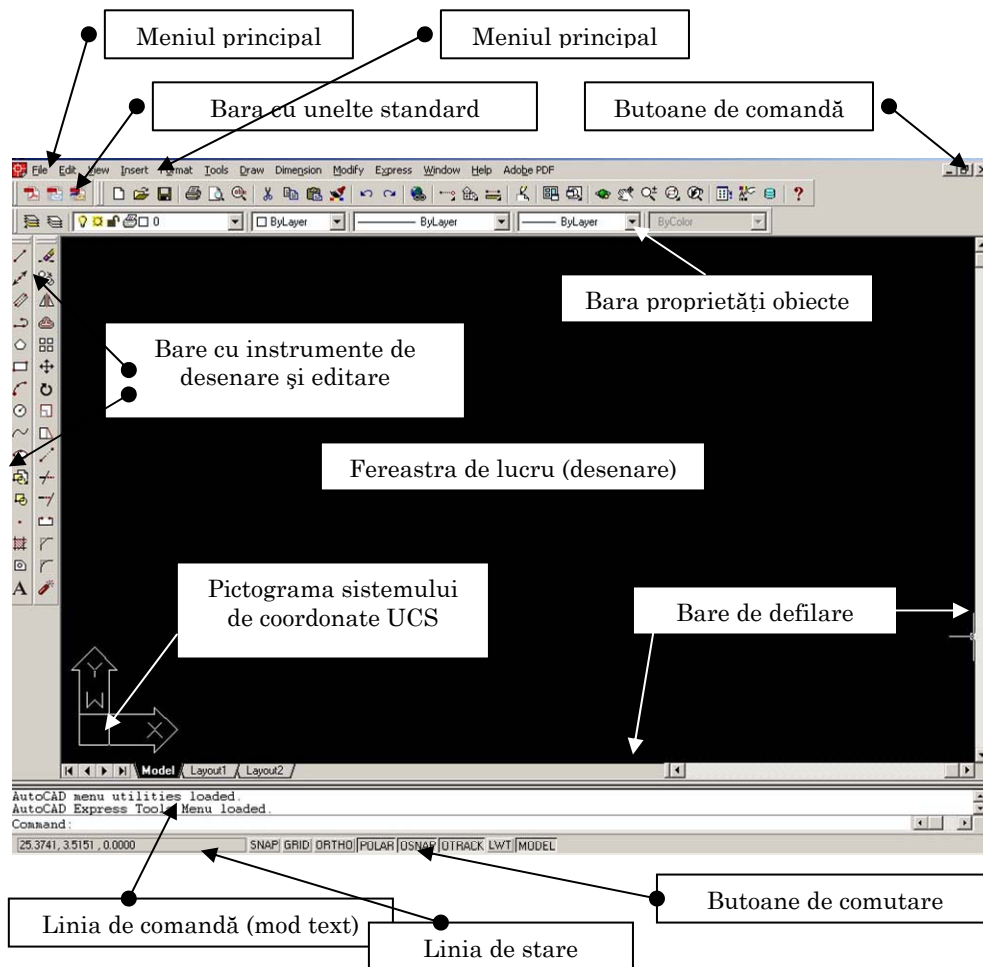

Figura 1.2. Elementele interfaței grafice
După apăsarea butonului **OK** a casetei *Startup* pe ecranul monitorului se afișează interfața grafică a programului (Figura 1.2), care este divizată în mai multe zone cu funcții diferite. Astfel se pot distinge: (1) linia de stare, (2) linia de comandă, (3) bare de defilare orizontală și verticală, (4) fereastra de lucru (desenare), (5) bare cu instrumente orizontale și verticale, (6) bara cu meniul principal, (7) bara pentru proprietăți obiecte grafice, (8) butoane de comandă (minimizare, maximizare, închidere fereastră).